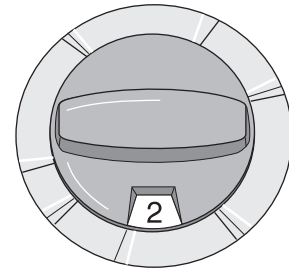

Figura 15
11. Ruotare il selettore di flusso per regolarlo sul valore prescritto dal medico (Figura 15).